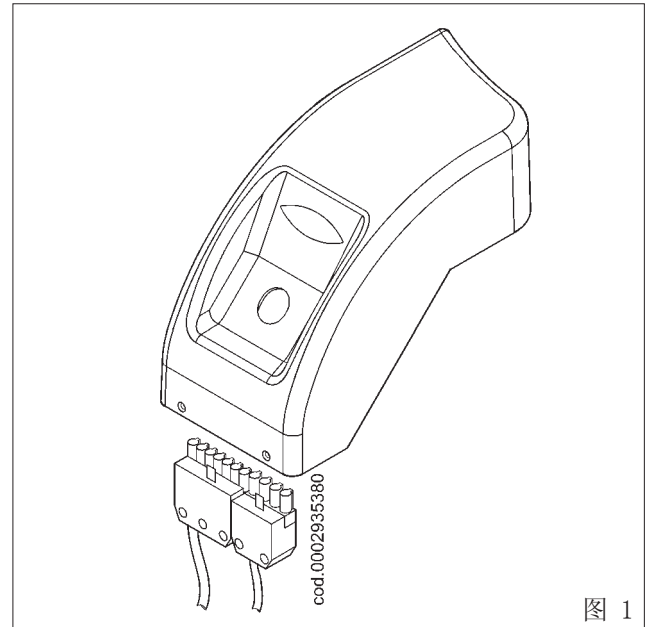

图 1
- (3) 取下把燃气混合器6连接到管上的螺丝5 (图1)。
- 2) 180度翻转弯头(4)和混合器(6)，以便燃气进气口朝上(图1)。重新把混合器和单元的向前推杆固定到燃气输送管道上。
- 1) 针对“P”型来说，如图1所示，把7孔和4孔插头插入到一般位于配电箱下方的各自插孔中。